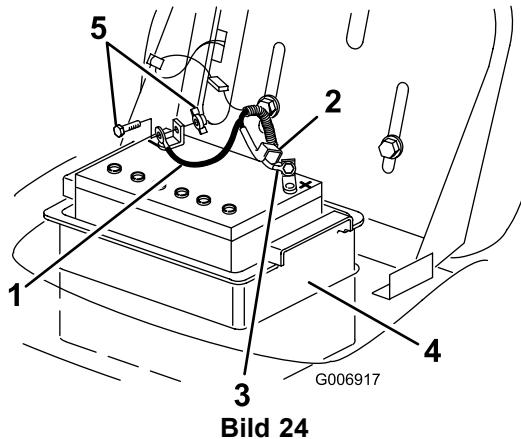

Bild 24
4. Klemmen Sie das Minuskabel (schwarz) vom Batteriepol ab (Bild 24).
5. Schieben Sie die Gummiabdeckung am Pluskabel (rot) nach oben. Klemmen Sie das Pluskabel (Rot) vom Batteriepol ab (Bild 24).
6. Nehmen Sie den Batteriekasten und die Batterie aus dem Rahmen heraus (Bild 24).
1. Setzen Sie den Batteriekasten und die Batterie in den Rahmen ein (Bild 24).
2. Schließen Sie das Pluskabel (rot) mit der Schraube und der Flügelmutter am (+) Pluspol an (Bild 24).
4. Schließen Sie das (schwarze) Minuskabel mit der Schraube und Mutter am (-) Minuspol an (Bild 24).